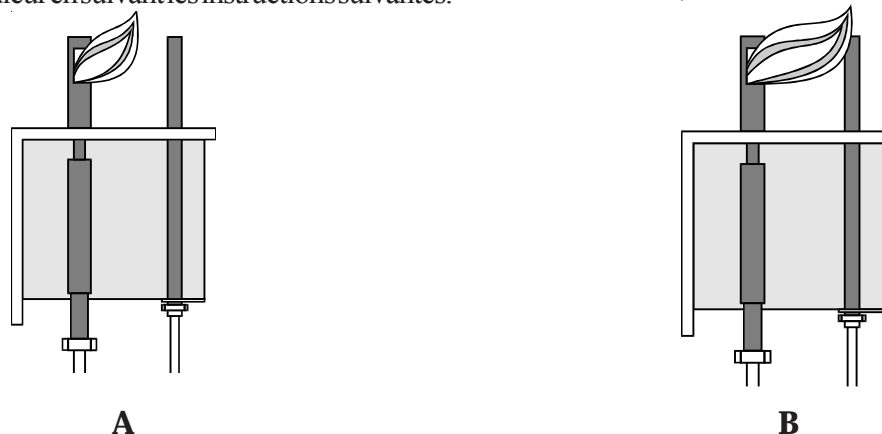

Figure 1-1 Veilleuse et réglage de la flamme
1.5.2.1 Réglage de la flamme de veilleuse: - La flamme de la veilleuse doit être réglée afin de produire une sortie adéquate en millivolts du dispositif de détection de la veilleuse. La sortie en millivolts de la pile thermoélectrique doit être entre 300 et 500 millivolts. Ce réglage est uniquement nécessaire sur le système à veilleuse à allumage manuel. La Figure 1-1 indique la veilleuse avec des exemples de taille de flamme correcte et incorrecte. L'exemple A montre une veilleuse dont la flamme est trop petite pour produire une sortie suffisante en millivolts. L'exemple B indique la bonne taille de flamme afin d'obtenir une sortie en millivolts adéquate.